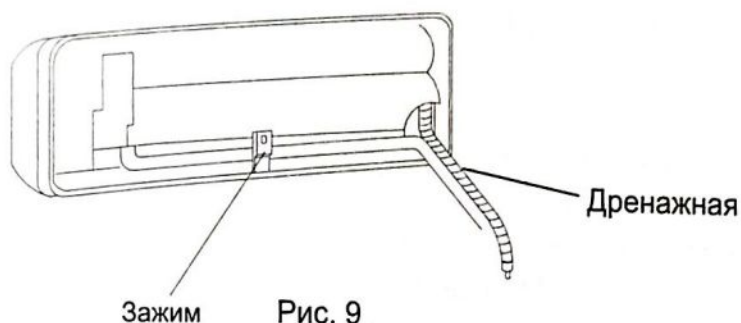

Рис. 9
2. График (справа) для установки сливного шланга. Обратитесь к Рис. 9.
2. Подключение левой обратной трубки (похожей на левую нижнюю трубку) является опциональным. Обратитесь к Рис. 9.